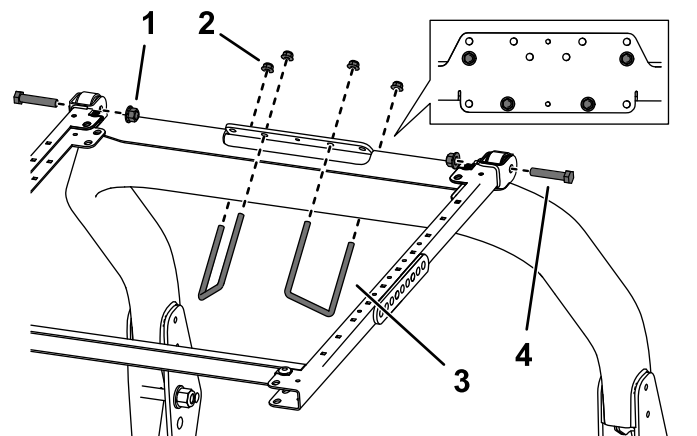

図 38
6. ROPS 取り付けブラケットを、トラクションユニット ROPS の上部にセットする図 38。ROPS が ROPS 取り付けブラケットの中央にあることを確認してください。
7. 図 38 に示されている取り付け穴を利用して、ROPS 取り付けブラケットを ROPS 上部に取り付ける U ボルト  $3\frac{1}{2}$  x 5" 2 本とフランジナット 4 個を使用する。